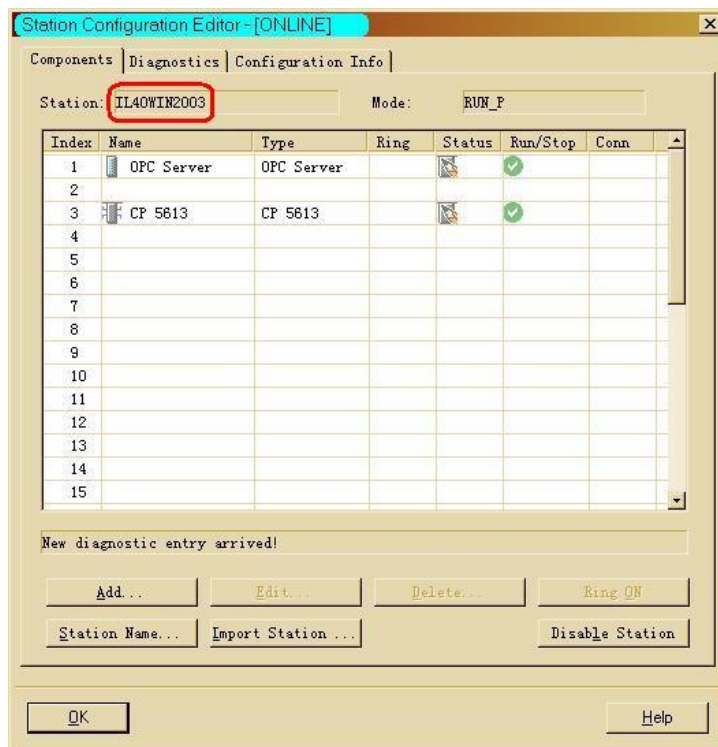

图 7
(E) 组态 SCE(Station Configuration Editor)并下载 PC Station，注意 SCE 中的 Station Name 要和硬件组态中的 PC Station 名称一致，如图 7 所示。